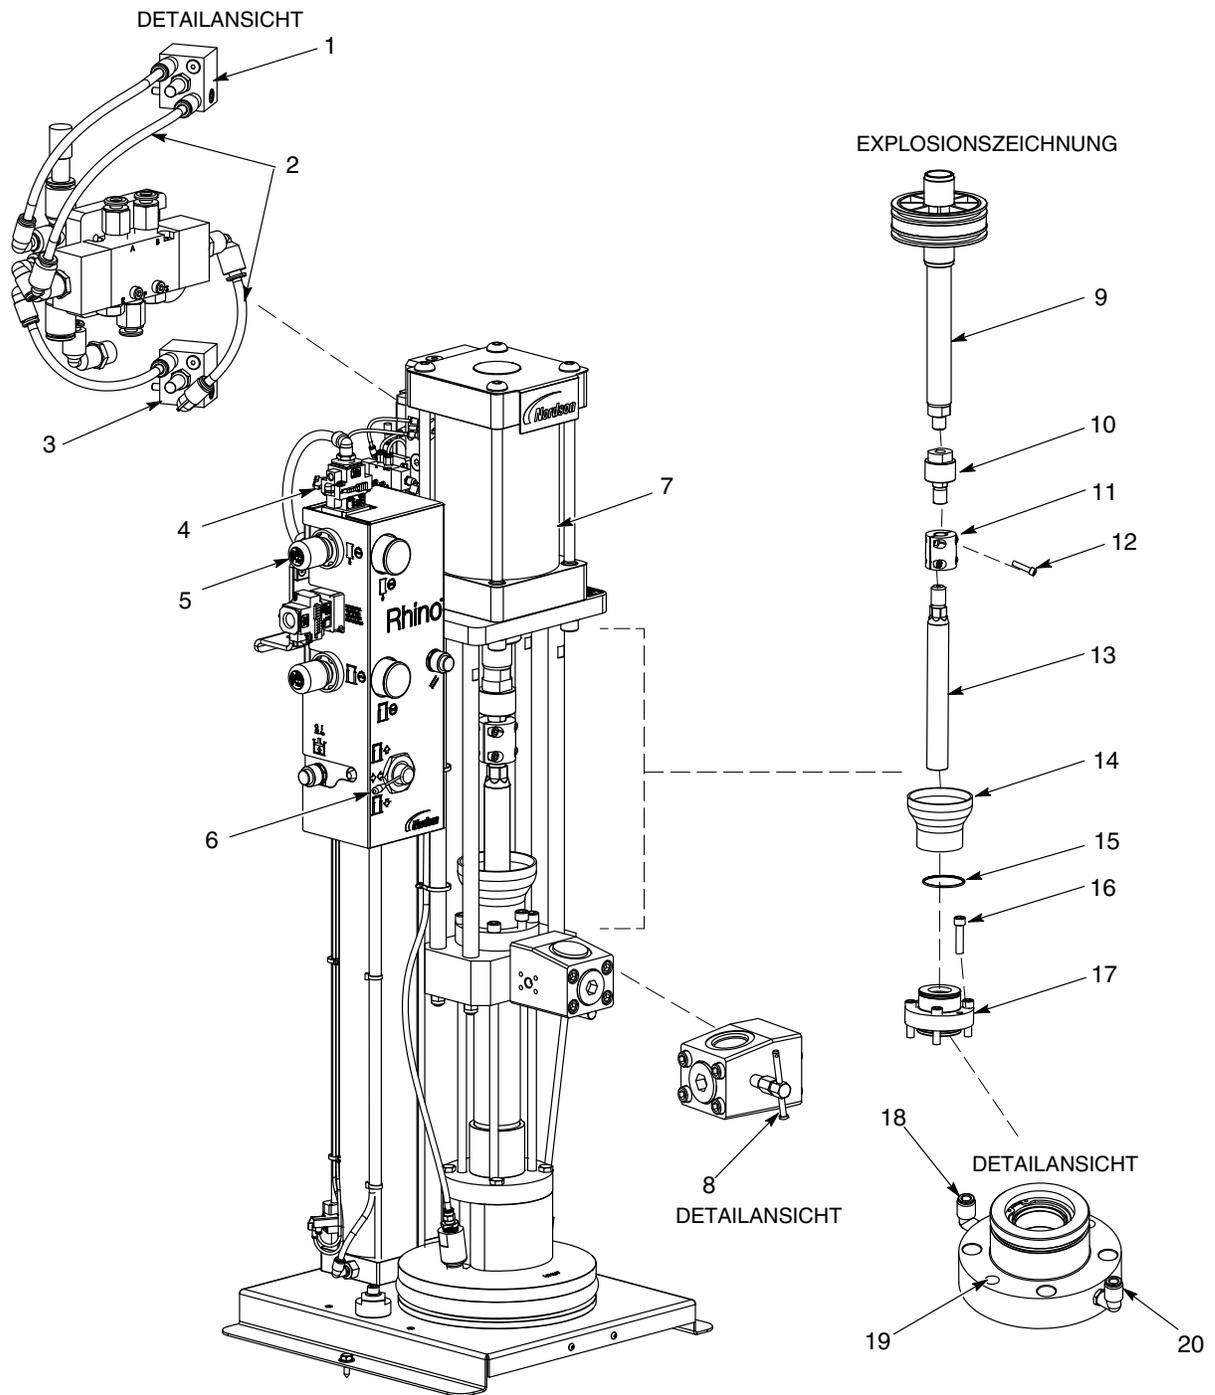

Abbildung 1 Entfernen der Stopfbuchspackung
Siehe Abbildung 1.
- Siehe Abbildung 1. Die Ausgangsluftleitung (2) wieder an den unteren Magnetsensor (3) anschließen.
- Die Schläuche wieder an den ARW-Versorgungsanschluss (20) und den ARW-Entsorgungsanschluss (18) anschließen.